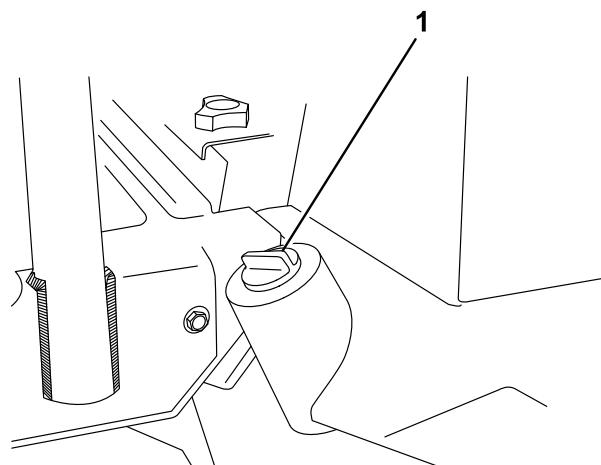

Figura 34
2. Limpie alrededor del cuello de llenado y el tapón del depósito de acetite hidráulico (Figura 34). Retire el tapón del cuello de llenado.